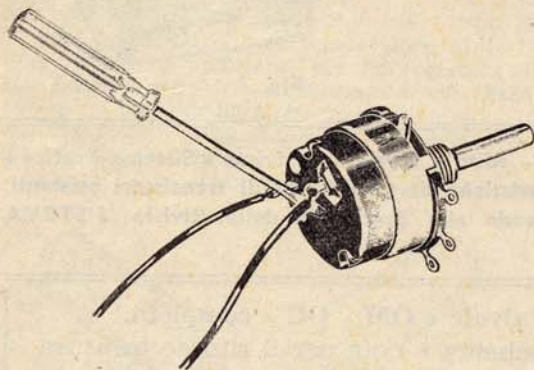

Fig. 1
5) Controllare il funzionamento dell'interruttore abbinato ai potenziometri volume e tono mettendo in cortocircuito i due terminali dell'interruttore a mezzo filo in rame o cacciavite (fig. 1).